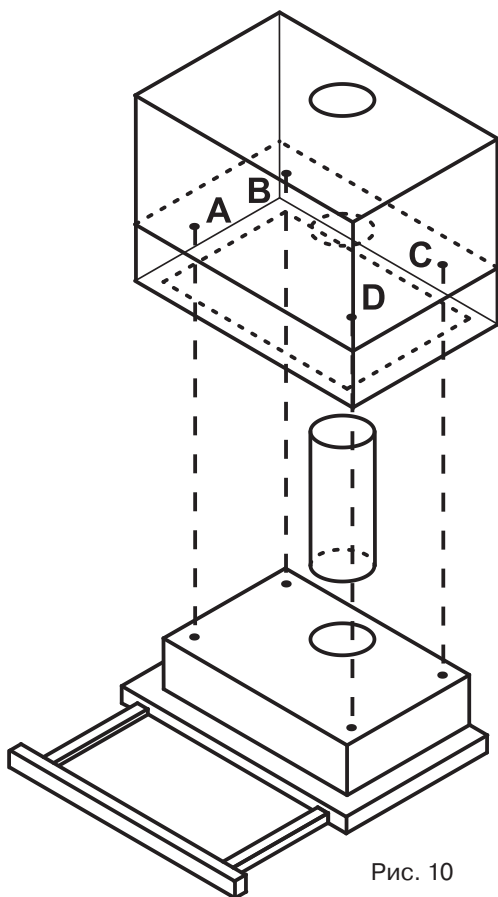

Рис. 10
4. Произведите разметку для вывода воздуховода в потолке шкафчика (рис. 10).